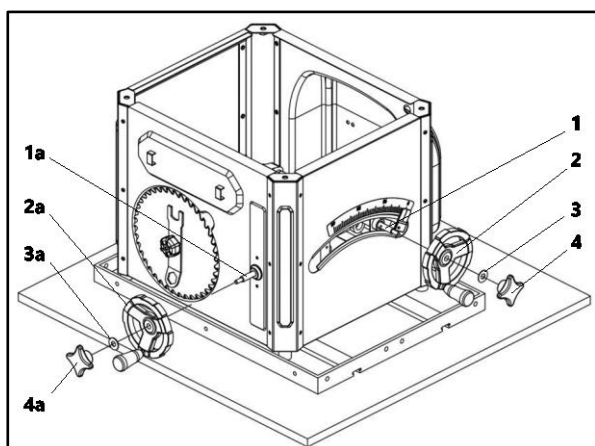

Рисунок 7
- Корпус станка переверните и расположите на картоне на полу (рис. 7).